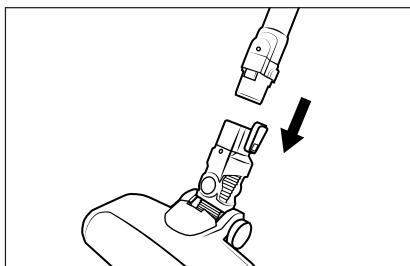

Fig. 2
- 2) Introduzca el tubo de aspiración 23 en el cepillo para suelos 21 hasta que encastre audiblemente con un chasquido (consulte la fig. 2).